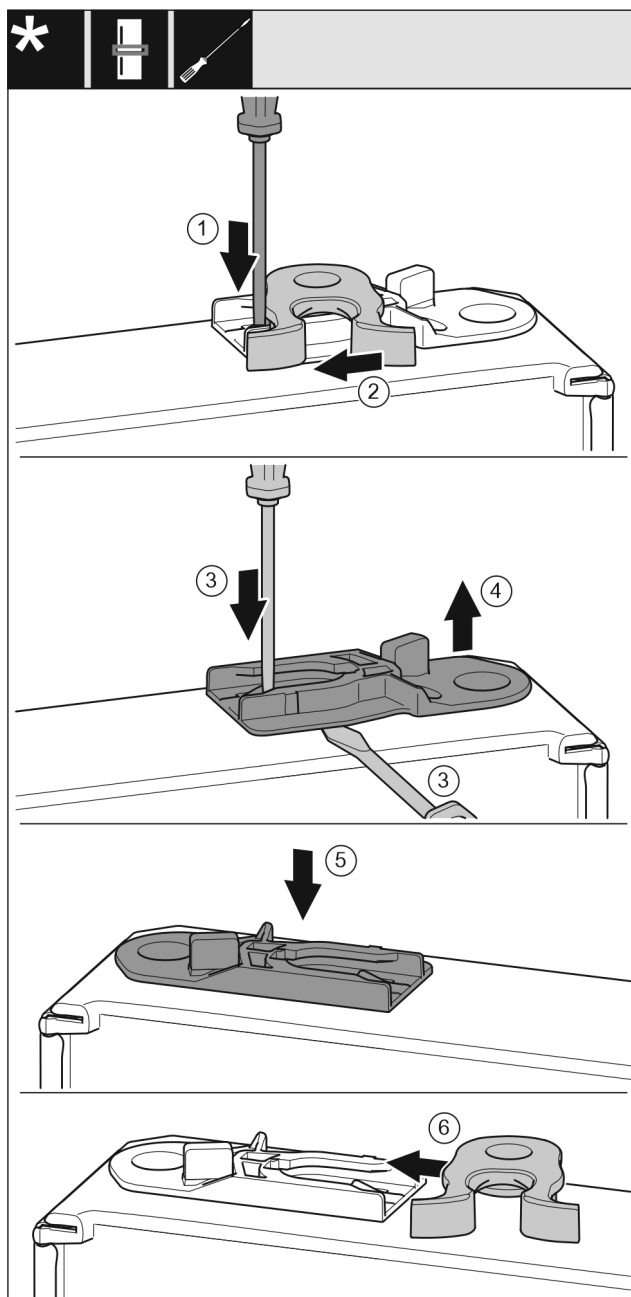

Fig. 20
- Plochým šroubovákem přitlačte lamelu Fig. 20 (1) dolů.
- Vytáhněte petlici Fig. 20 (2) z vedení.
- Vytáhněte vodící pouzdro Fig. 20 (3, 4): Stiskněte jazýček šroubovákem a současně plochým šroubovákem zajedte pod vodící pouzdro.
- Vodící pouzdro Fig. 20 (5) přiložené v příslušenství zasuňte na druhé straně pláště.
- Petlici Fig. 20 (6) zasuňte do vedení.